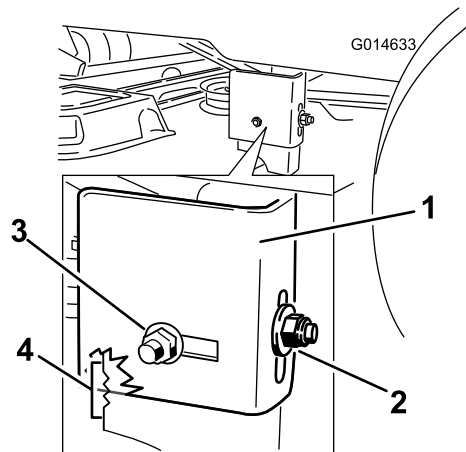

Figura 52
8. Allentate il dado di bloccaggio posteriore sul supporto di sospensione quanto basta per spostare il supporto (Figura 52).
10. Fermate il piatto di taglio nella posizione regolata e serrate il dado di bloccaggio posteriore sul supporto di sospensione per fissare la nuova posizione (Figura 52). Serrate il dado di bloccaggio laterale sul supporto di sospensione.